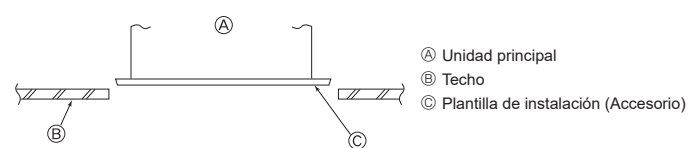

Fig. 2-7
2.6. Confirmar la posición de la unidad principal y apretar los tornillos de suspensión (Fig. 2-7)